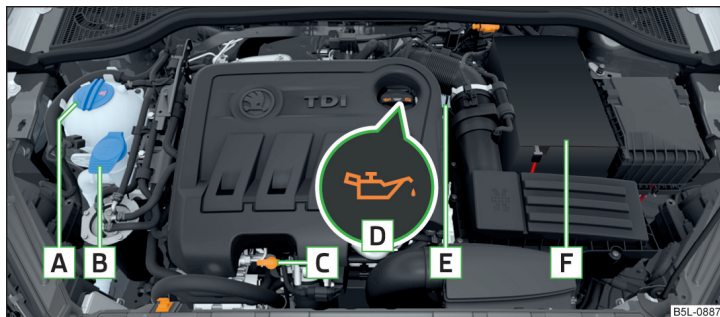

Fig. 159 Exemplu de dispunere în compartimentul motor
- Deșurubați capacul orificiului de umplere cu ulei **D** » fig. 159 la pagina 151.